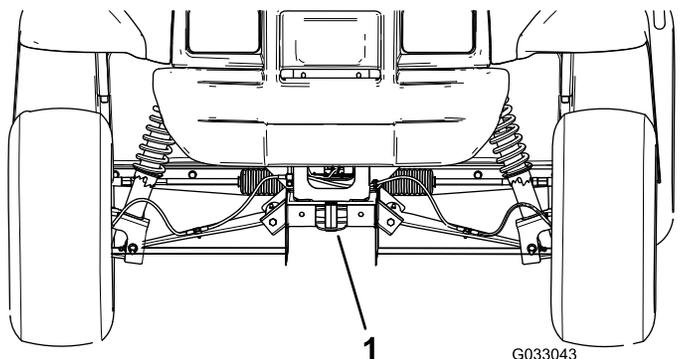

Рисунок 19
- Точка подъема в передней части автомобиля находится в передней части рамы позади сцепного устройства для буксировки (Рисунок 19).